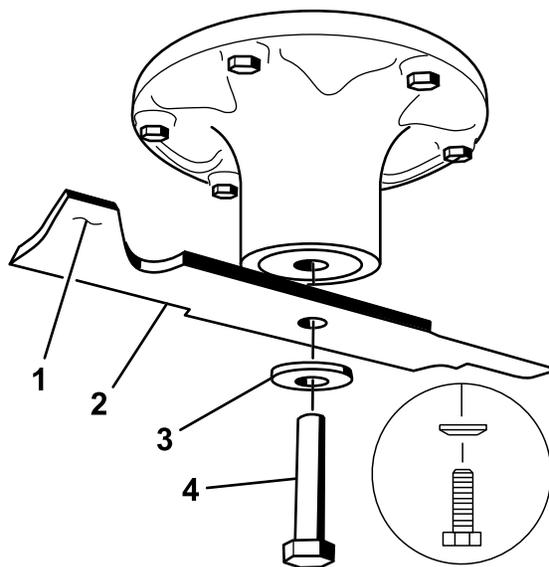

Figura 59
2. Retire del eje el perno de la cuchilla, la arandela curva y la cuchilla (Figura 59).
1. Instale la cuchilla en el eje (Figura 59).
2. Instale la arandela elástica y el perno de la cuchilla, con el cono de la arandela elástica hacia la cabeza del perno (Figura 59).